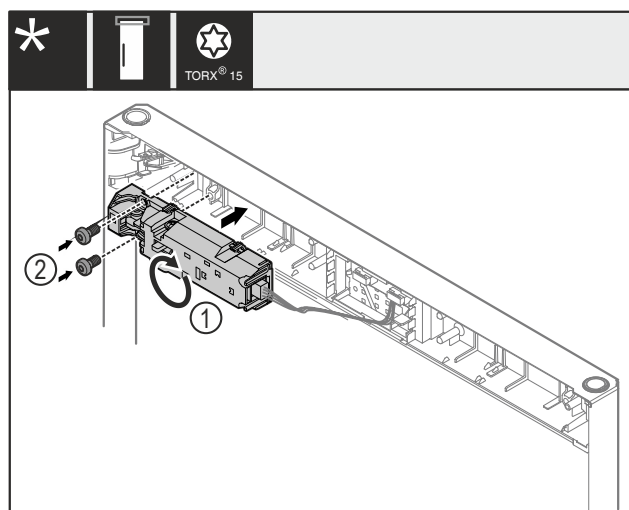

Fig. 27
- ▶ Daljinsko ključavnico Fig. 27 (1) obrnite za 180° in jo montirajte na nasprotno stran.
- ▶ Pritrdite oddaljeno ključavnico Fig. 27 (1) z vijaki Fig. 27 (2).